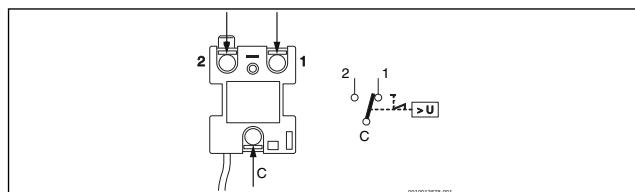

Fig. 1 Raccordement du limiteur de température de sécurité
- ▶ Brancher les fils de l'ancien thermostat sur le nouveau thermostat (→fig. 1)